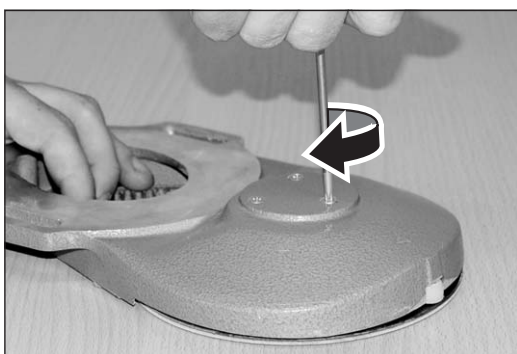

Abb. 53 Die drei Schrauben zur Befestigung des kompletten Schleiftellers einsetzen und festziehen.
- 3 Stecken Sie die drei Schrauben zur Befestigung des kompletten Schleiftellers in den Vorsatz und ziehen Sie die Schrauben mit einem Schraubendreher fest (Abb. 53).